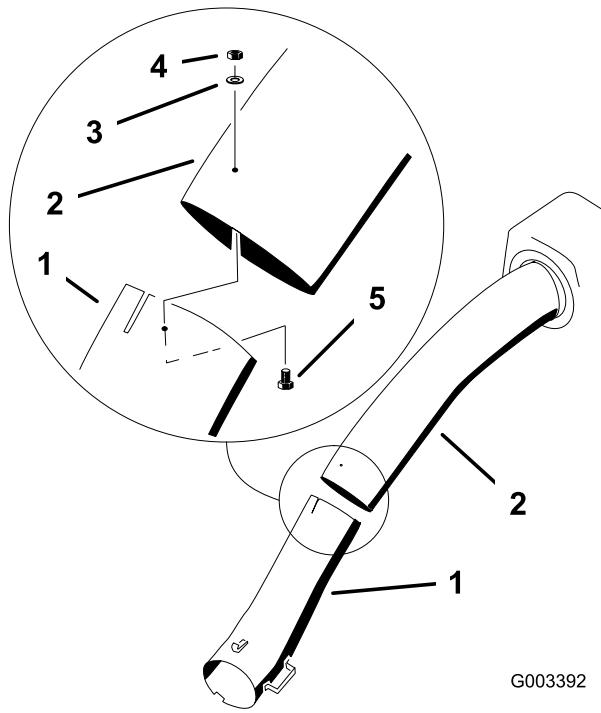

Figura 30
- 14. Una os tubos superior e inferior com 3 parafusos (n.º 10 x 3/4 pol.), 3 anilhas de cabeça chata (7/32 polegada) e 3 porcas de bloqueio (n.º 10), como se mostra na Figura 30.